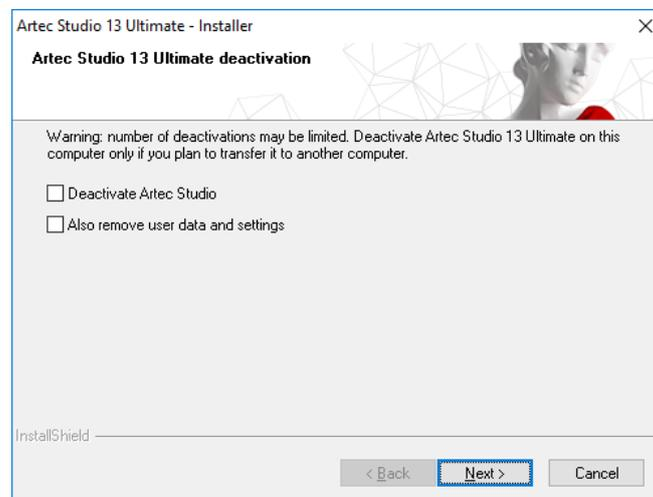

Abbildung 24: Deaktivierung von Artec Studio.
3. Es erscheint der in *Abb. 24* gezeigte Dialog. Das Kontrollkästchen *Verstanden. Artec Studio Deaktivieren* anschalten.